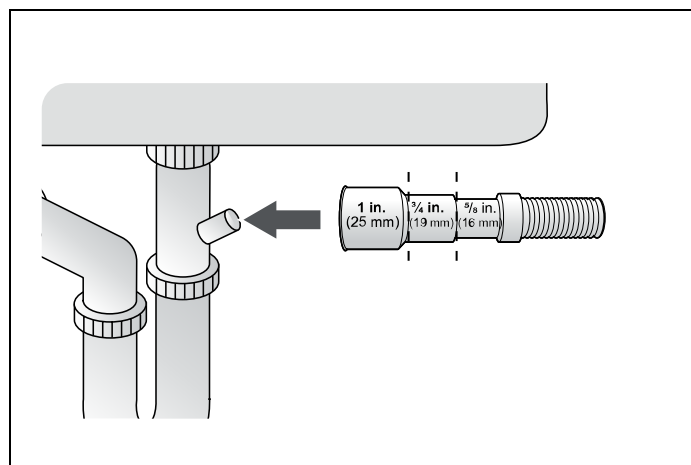

Fig. 18
3) Compruebe el tamaño del conector de la manguera de desagüe del fregadero. Si es necesario, corte la manguera de desagüe para que su extremo encaje en el conector del fregadero (5/8", 3/4" o 1" - como se muestra en Fig. 18 ). Si el extremo de la manguera de desagüe no encaja en el conector de la manguera de desagüe del fregadero, utilice un adaptador que puede adquirir en una tienda de suministros de fontanería/ferretería.